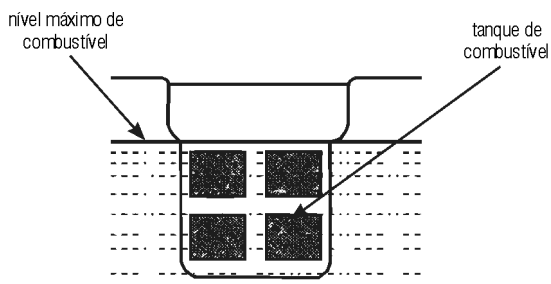

Fig. 4 – Nível máximo de combustível
- 3 – Verifique o nível de combustível (fig. 4);
5 – Nunca exceda a capacidade do tanque (fig. 4);